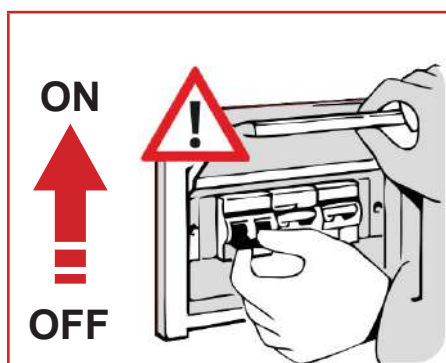

Fig. 13
- Se presente, portare il magnetotermico di protezione posto a monte della presa di alimentazione in posizione "ON" (Fig. 13).